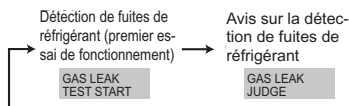

Fig. 8-2
- ② Appuyer sur la touche **(CLOCK)** et sélectionner [GAS LEAK TEST START] ([LANCER TEST DE FUITE DE GAZ]). (Fig. 8-2)